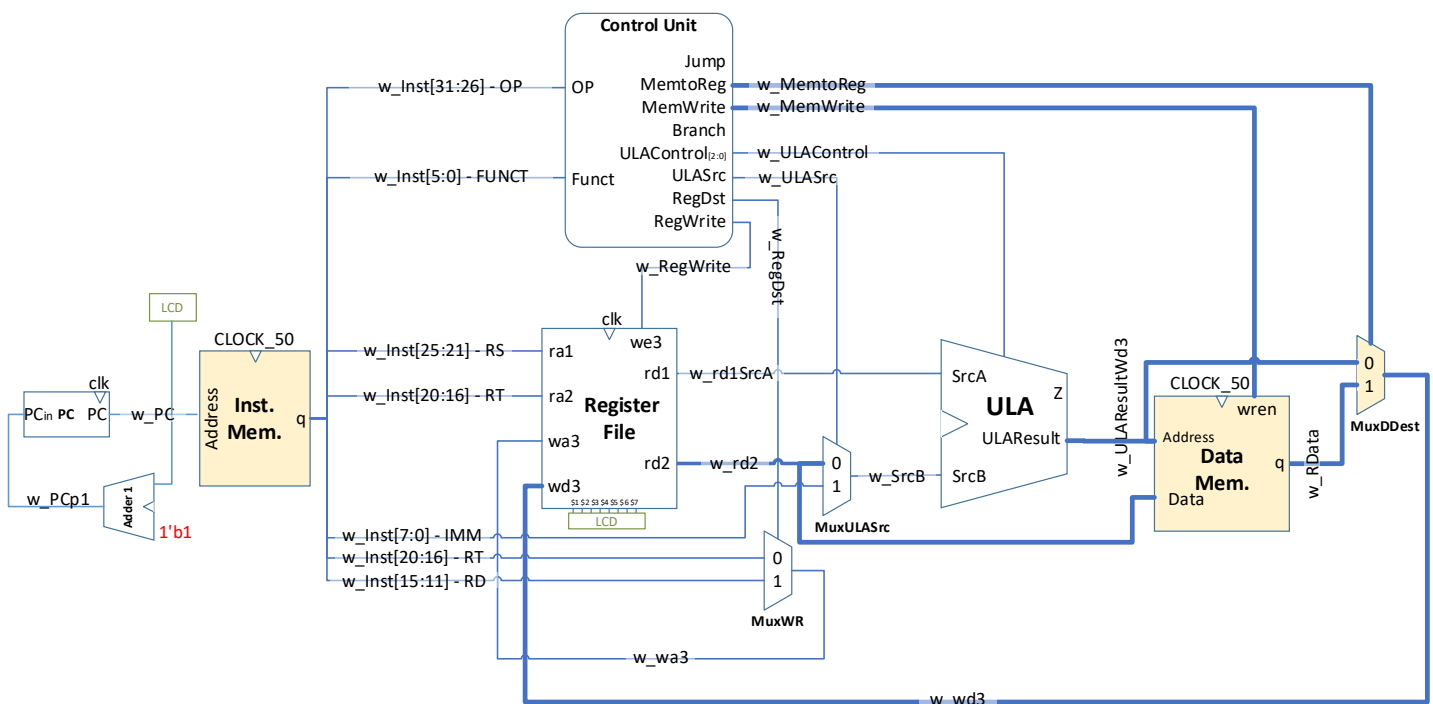

Figura 1 – CPU V0.2 e memórias
3. A fim de completar a segunda versão da CPU v0.2, todos os módulos desenvolvidos até agora devem ser **instanciados** e **conectados** conforme o circuito da Figura 1.